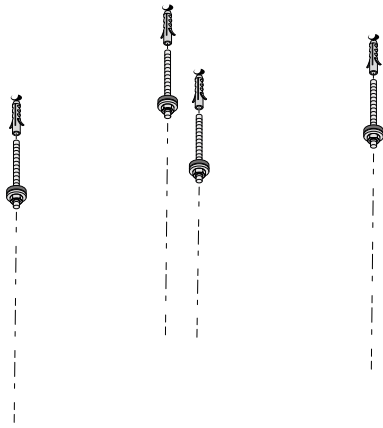

Abb. 2
2. Setzen Sie die ausgewählten Dübel in die Löcher ein (Abb. 2).